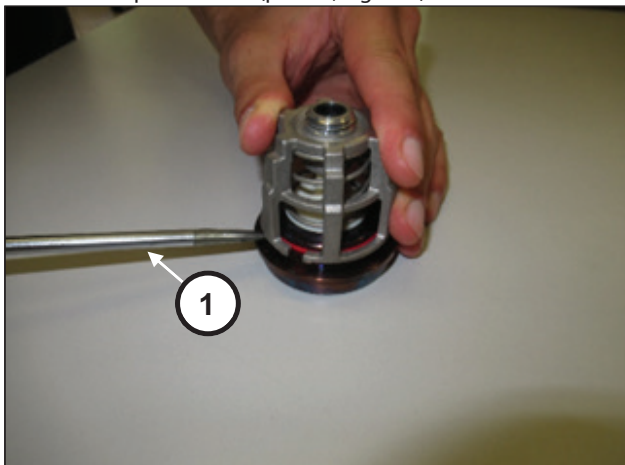

Fig. 110
Smontare i gruppi valvola di aspirazione e mandata facendo leva con semplici attrezzi (pos. ①, Fig. 110).